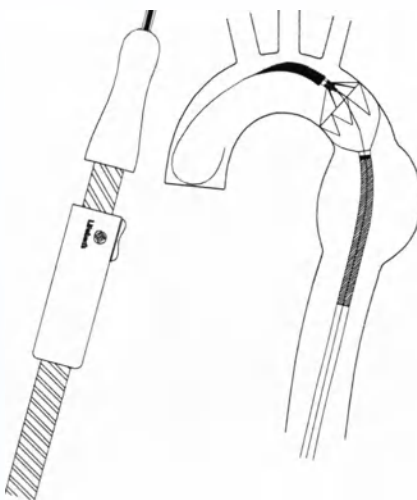

Рис. 7 Медленное раскрытие стент-графта
- ♦ Медленно проведите установку стент-графта. Удерживайте систему доставки неподвижно за передний захват и далее поверните скользящий захват против часовой стрелки для медленного высвобождения проксимальной части стент-графта до момента присоединения стента с покрытием к стенке сосуда. (рис. 7).